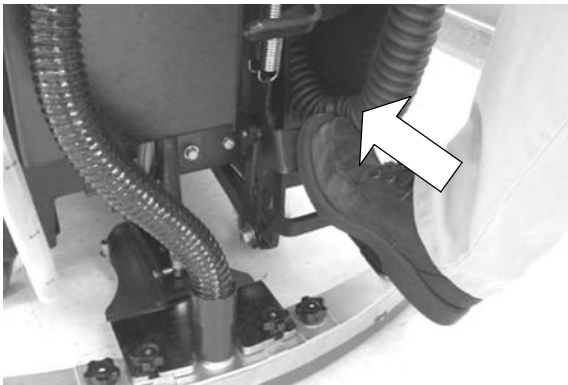

FIG. 18
3. Abaissez la tête de la brosse. Appuyez fermement sur la pédale supérieure de la brosse et poussez la pédale vers l'avant pour relâcher (Figure 18).